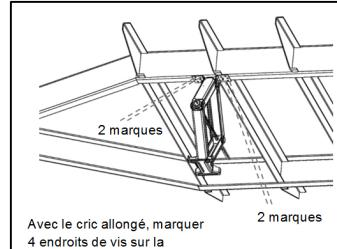

Figure 2
4. En utilisant les trous préperforés sur la plaque de montage comme point de référence, marquer deux endroits pour les vis de chaque côté du cric, pour un total de quatre vis par cric, comme le montre la **Figure 2**.